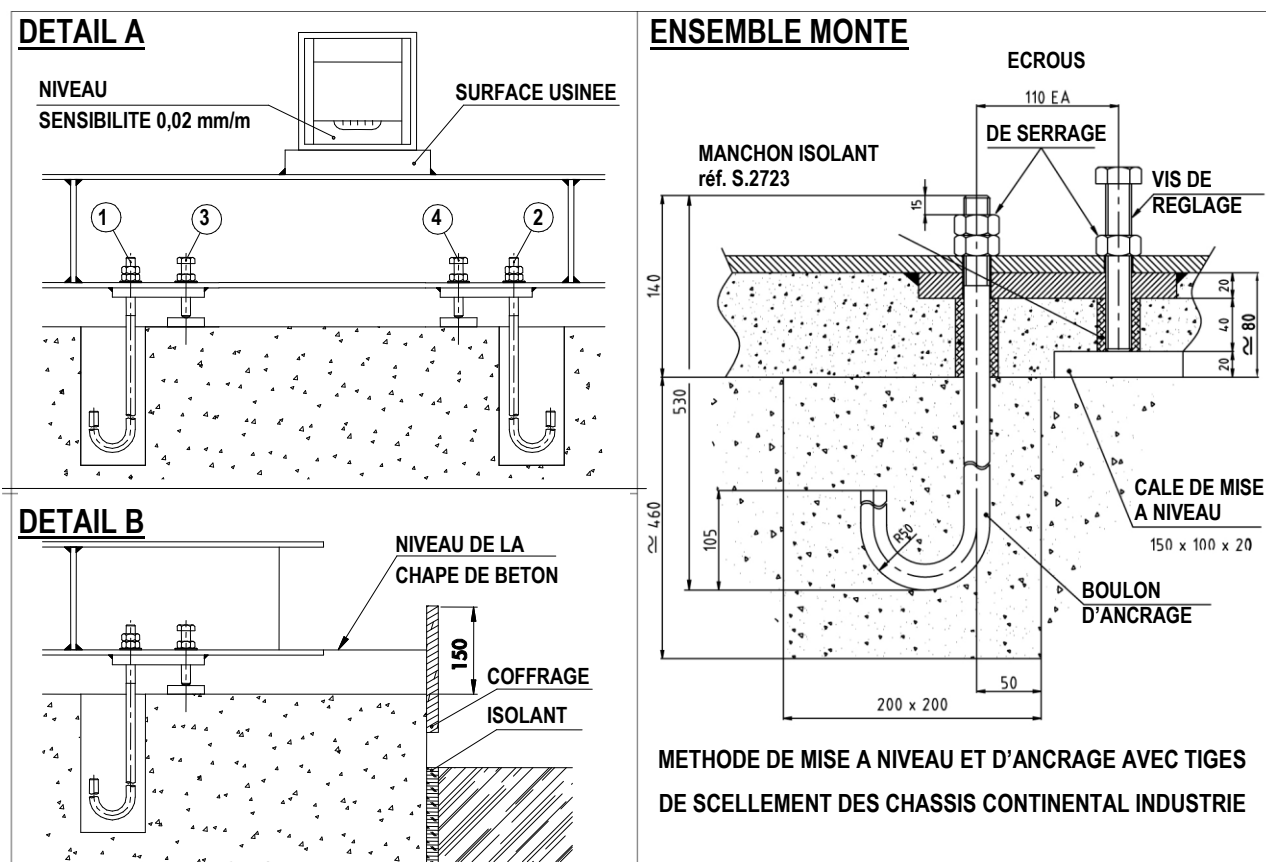

Fig. 2.6
2. Soulever le châssis d'environ un mètre au-dessus du massif. Monter les vis de réglage et les boulons d'ancrage comme indiqué sur le détail A de la Fig. 2.6. Vérifier que les dépassements indiqués de 15 mm et de 50 mm sont bien respectés.
6. Vérifier la planéité du châssis au moyen d'un niveau à bulle avec règle rectifiée de précision 0,02 mm/m, ou alors, dans la mesure du possible, avec un émetteur laser. On effectuera ce contrôle dans le sens longitudinal et dans le sens transversal sur tous les plans usinés. La planéité à obtenir est de 0,02 mm/m. On effectue les réglages en positionnant le niveau à bulle sur le plan usiné comme indiqué sur l'ensemble monté de la Fig. 2.6 et en agissant sur les vis de réglage de niveau et des boulons d'ancrages.
8. Nettoyer la surface du massif et la préparer pour couler le ciment. Réaliser préalablement un coffrage comme indiqué sur le détail B de la Fig. 2.6. Dans le cas d'une installation à ciel ouvert, réaliser au préalable des drains adaptés pour l'eau de pluie en tenant compte de la forme du châssis. Couler du ciment à faible retrait jusqu'au niveau indiqué au détail B de la Fig. 2.6. L'emploi de vibrateurs mécaniques est proscrit, car il pourrait déséquilibrer la planéité obtenue.